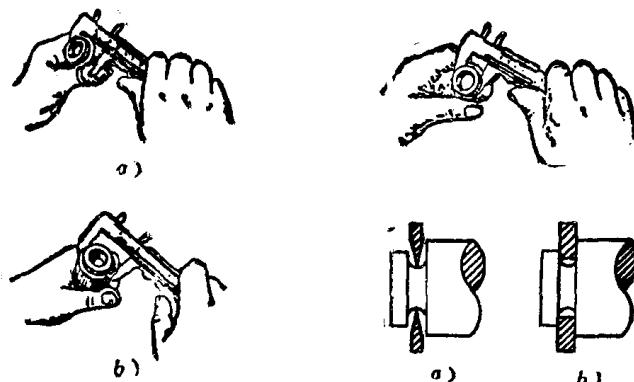

图11 测量外径尺寸的正确
(6) 选择量爪适当的部分进行测量：
- (一) 用量爪的平表面来测量外部尺寸是正确的(如图11 a)。
- (二) 不要用量爪的端部测量刃来测量外部尺寸(如图11 b)，不然会使量具过早地磨损，使工件和量爪的测量面接触不良，引起歪斜，影响测量结果；在施加压力后，由于游标卡尺内部间